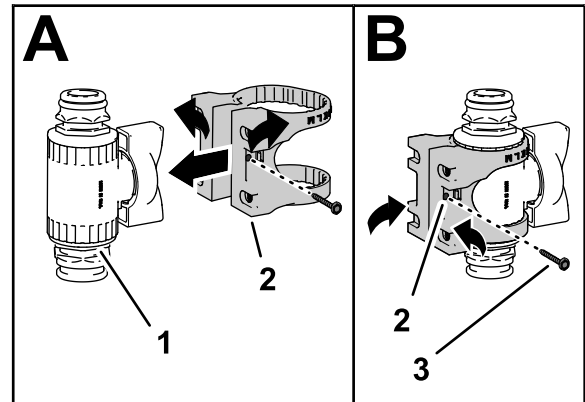

図 27
4. 図 27のAに示すように、バルブ マウントをストレートコントロールバルブに取り付ける。
5. フランジヘッドねじ#6を使って、バルブマウントを制御バルブに固定し、ねじを手締めする図 27のB。